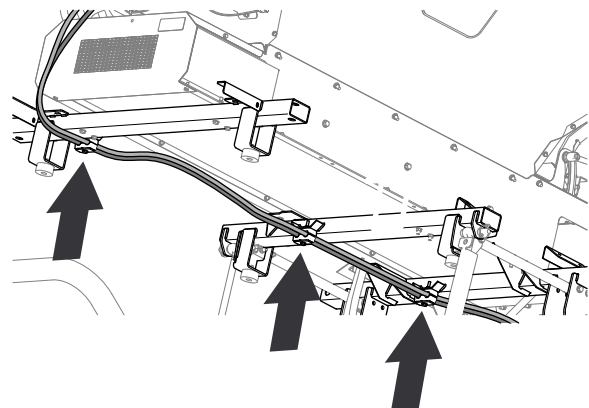
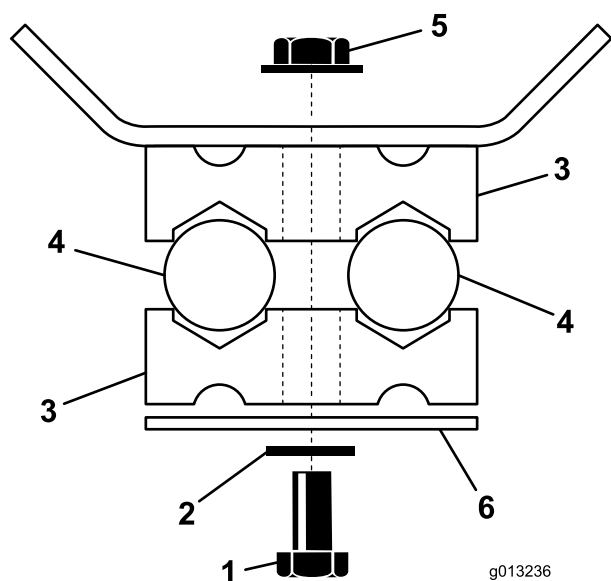

Bild 22
Bild 23
- Verlegen Sie die hydraulischen Druck- und Rücklaufschläuche rechts an der Topdresser-Rahmenschiene, wie in **Bild 22** dargestellt.
- Montieren Sie die Schläuche lose an den 3 Schlauchbefestigungen an der vorderen, mittleren und hinteren Querstrebe (**Bild 22** und **Bild 23**) mit 3 Kopfschrauben ($\frac{1}{4}$ " x $2\frac{3}{4}$ "), 3 Scheiben ($\frac{1}{4}$ "), 3 Klemmplatten,
- Ziehen Sie die 3 Kopfschrauben und 3 Sicherungsmuttern an, mit welchen die halben Schlauchklemmen befestigt sind (**Bild 23**).